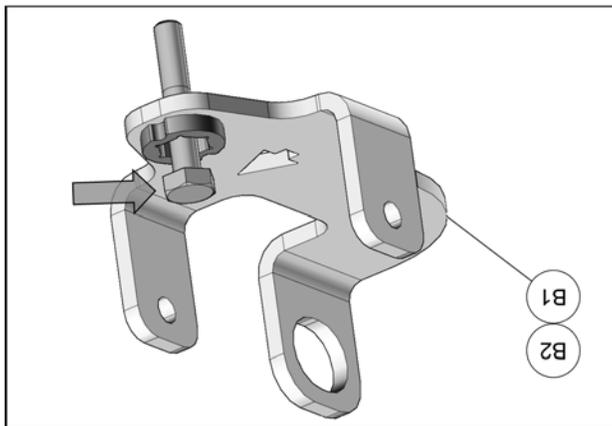

Fig. 4
4. Insérer les boulons dans chacun des ancrages de suspension arrière (B1-B2), comme montré à la Fig. 4